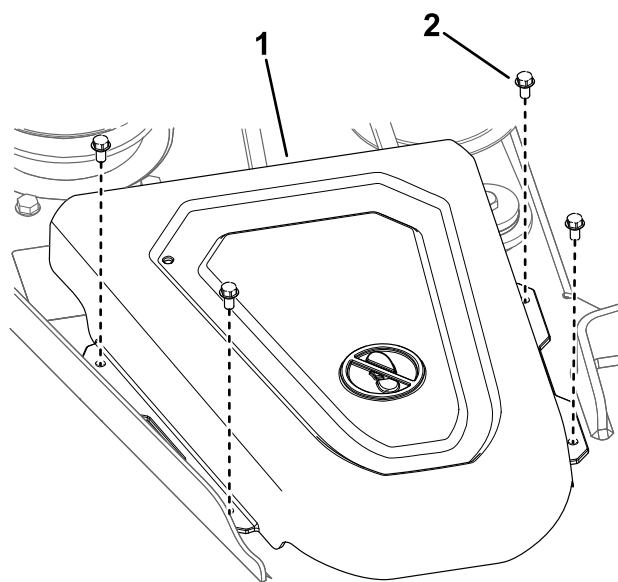

Рисунок 60
5. Снимите кожухи шкивов (Рисунок 60).